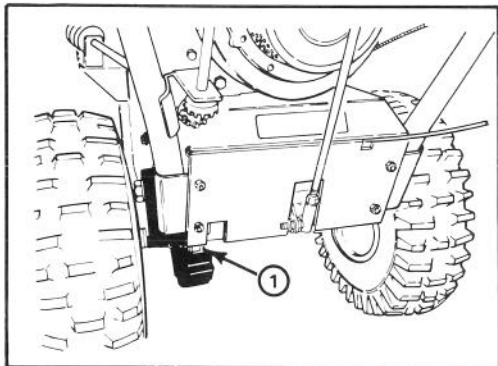

Abbildung 19
1. Die Antriebskette einmal jährlich mit Ketenschmierstoff schmieren (Abb. 19). Überschüssiges Öl aufwischen.